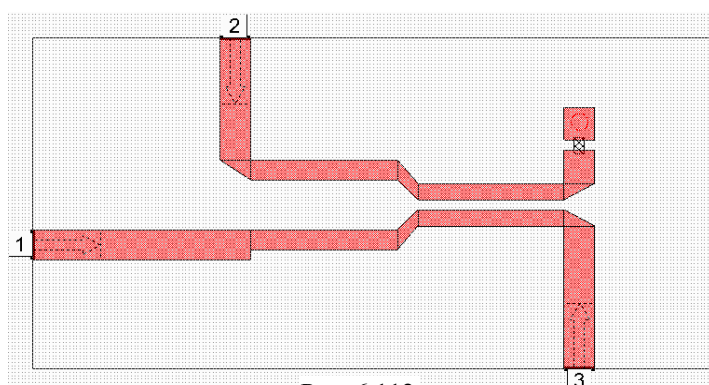
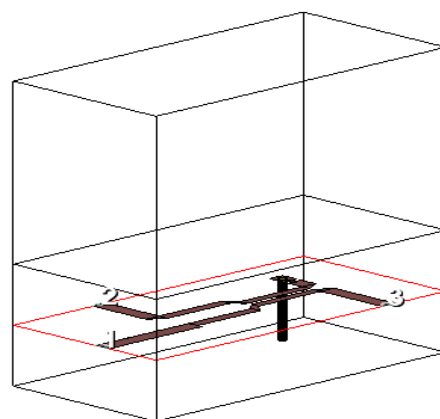

Рис. 6.112
Рис. 6.113
20. Щёлкните мышкой по входному горизонтальному проводнику, чтобы выделить его. Щёлкните мышкой по значку **Edge Port** на панели инструментов, установите порт на входе ответвителя и сдвиньте его референсную плоскость на **1** мм вглубь структуры. Аналогично установите порты на выходные проводники, как показано на рис. 6.112.
Щёлкните правой кнопкой мышки по значку **New Schematic 3D View**, чтобы просмотреть 3-х мерное изображение и убедиться, что топология создана правильно (рис. 6.113). Если некоторые проводники окажутся не на третьем слое, выделите их в электромагнитной структуре рис. 6.112, щёлкните правой кнопкой мышки, выберите **Shape Properties** и в поле **EM Layer** введите **3**.